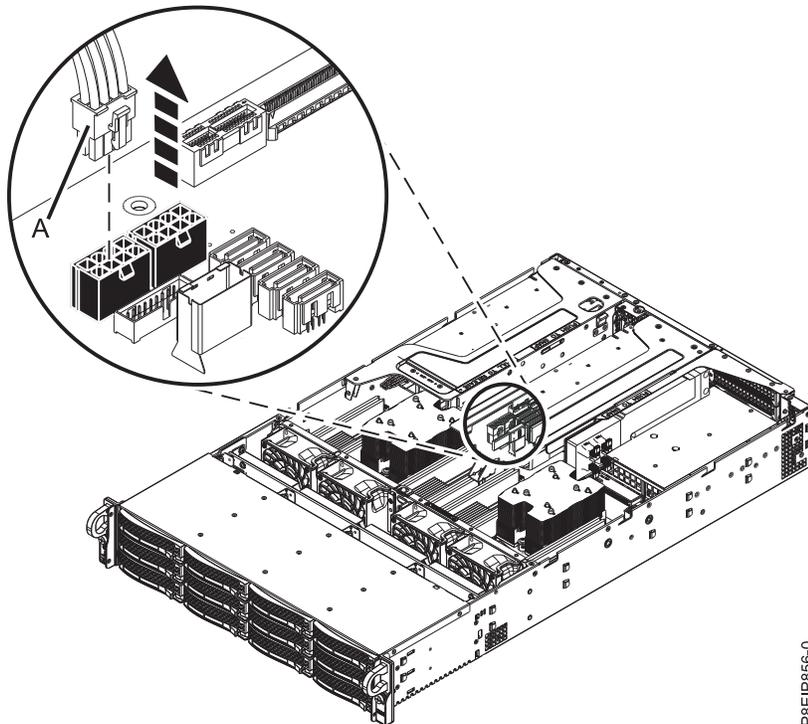

Abbildung 24. Netzkabel des Grafikprozessors abziehen
- c. Ziehen Sie das Netzkabel des Grafikprozessors **(A)** von der Systemrückwandplatine ab (siehe Abb. 24 auf Seite 26). Drücken Sie den Entriegelungshebel mit Ihrem Daumen auf den Anschluss, um das Kabel zu entfernen.